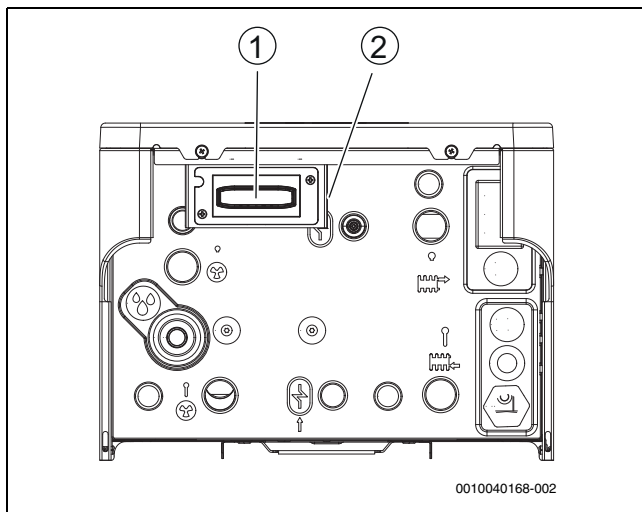

Bild 9 Connect-Key K3ORF-Platzierung
- Hebel ausklappen (\rightarrow [2], Abb. 9).
- Modul in den Halter einsetzen (\rightarrow [1], Abbildung 9).